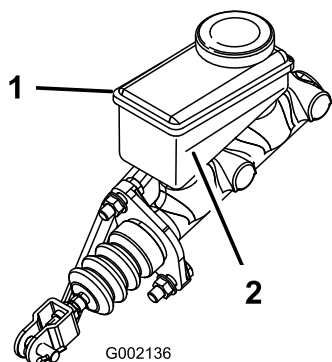

Рисунок 62
5. Проверьте уровень жидкости в боковой части бачка (Рисунок 62).
- B. Доливайте тормозную жидкость DOT 3 в бачок, пока ее уровень не будет выше отметки «Минимум» (Рисунок 62).